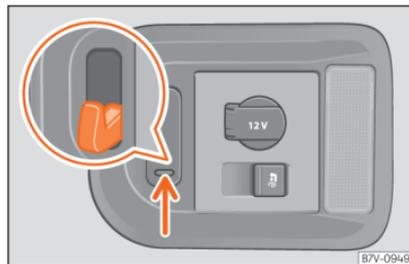

Abb. 176 Im Gepäckraum: Taschenhaken. » »
Im Gepäckraum rechts befindet sich ein herausklappbarer Taschenhaken » Abb. 176, an dem leichte Einkaufstaschen befestigt werden können.
- Unten auf den Taschenhaken drücken » Abb. 176 (Pfeil) und herausklappen.